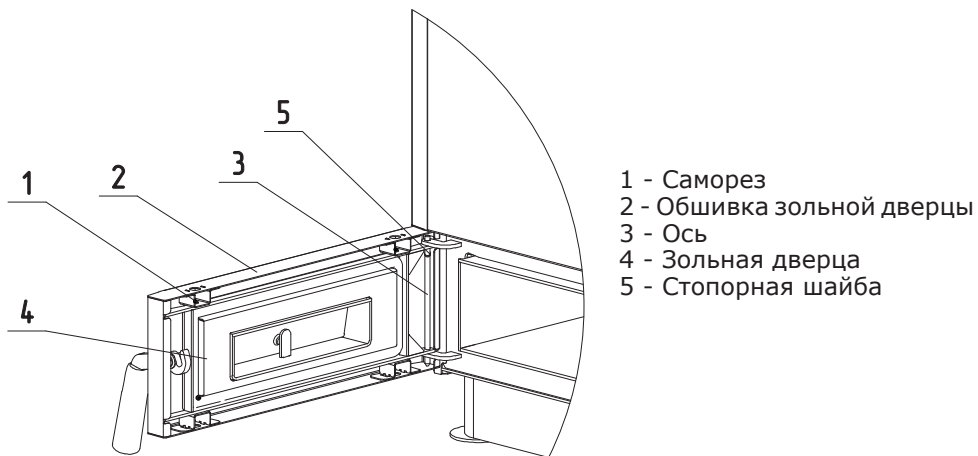

Рис.9 Конструкция зольной двери
8.6.1. Открутите 4 самореза (поз.1, Рис.9), откиньте обшивку дверцы (поз.2, Рис.9), снимите стопорную шайбу с оси (поз.5, Рис.9), извлеките ось (поз.3, Рис.9), снимите дверцу зольную (поз.4, Рис.9).